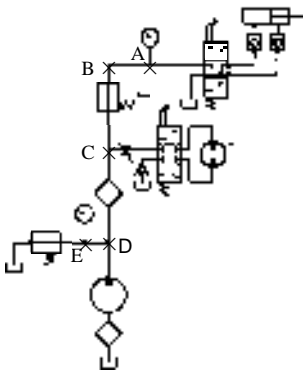
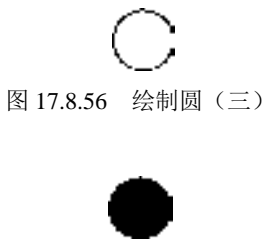
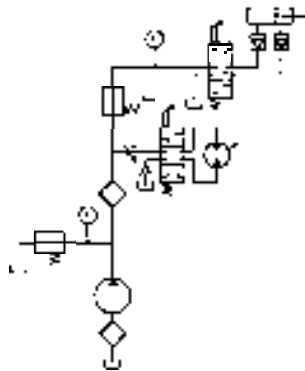

图 17.8.55 添加引线
图 17.8.56 绘制圆 (三)
图 17.8.58 绘制图形 (八)
(18) 在图形空白处再选取两点, 以确定引线的位置 (图 17.8.55)。
(19) 绘制圆。
① 在“图层”工具栏中, 选择“轮廓线层”图层。
② 用 **绘图**  **圆**  **圆心、半径**  命令, 绘制半径值为 1.5 的圆 (图 17.8.56)。
(20) 在“图层”工具栏中, 选择“剖面线层”图层。
(21) 选择下拉菜单 **绘图**  **图案填充**  命令, 在命令行中输入字母 T 并按 Enter 键, 系统弹出“图案填充和渐变色”对话框, 采用“预定义”类型, 单击 **图案**  选项右侧的 **...** 按钮, 在 **其他预定义** 选项卡中选择“SOLID”图案作为填充图案, 然后单击 **添加:拾取点** 前
(22) 用    命令，选取图 17.8.57 所示的图形为复制对象，选取其圆心为基点，在图 17.8.55 中所示的五个点 (A~E) 处单击，按 **Enter** 键结束命令。结果如图 17.8.58 所示。